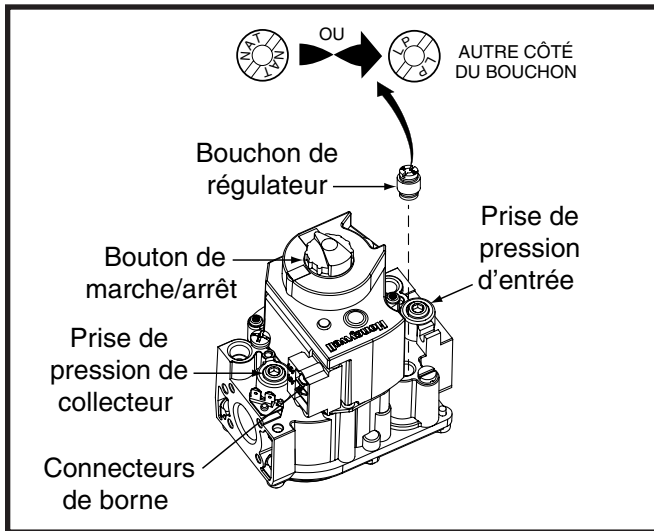

Figure 19. Vanne à gaz
La conversion des vannes à deux étages au gaz de pétrole liquéfié/propane requiert le remplacement des orifices du brûleur et le réglage du bouchon du régulateur sur le côté marqué LP (GPL). L'extrémité orientée vers le haut doit alors indiquer LP. Voyez la Figure 19.
5. Réglez le bouton de marche/arrêt du robinet de gaz en position OFF (arrêt). Voyez la Figure 19.
2. Utilisez une clé hexagonale de 3/16 po. pour retirez le bouchon de la prise de pression d'entrée (côté ENTRÉE du robinet de gaz). Voyez la Figure 19 \(page 20\).
5. Ouvrez (ON) l'alimentation principale de gaz au robinet manuel.
4. Réglez le bouton de marche/arrêt du robinet de gaz en position ON (marche). Voyez la Figure 19 \(page 20\).
3. Utilisez une clé hexagonale de 3/16 po. pour retirer le bouchon de la prise de pression d'admission située du côté sortie du robinet de gaz. Voyez la Figure 19 \(page 20\).